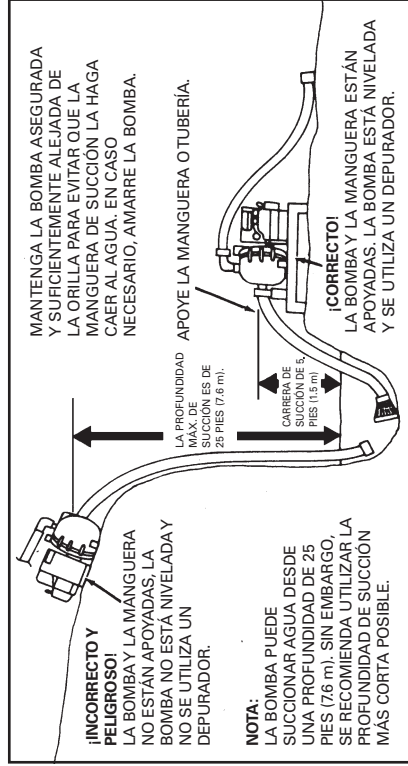

FIGURA 1
- C. Coloque siempre la bomba tan cerca como sea posible del líquido que se desea bombear. Mantenga todas las líneas de bombeo tan cortas y tan rectas como sea posible. Evite las curvas cerradas en las mangueras. Mantenga la bomba en una base plana. Observe la figura 1.